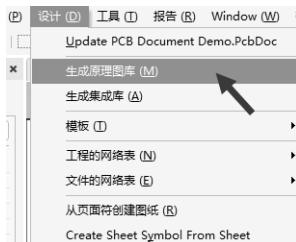

图 4-34 元件库的自动生成
(1) 打开需要导出元件库的原理图。
(2) 执行菜单命令“设计-生成原理图库”，如图 4-34 所示。